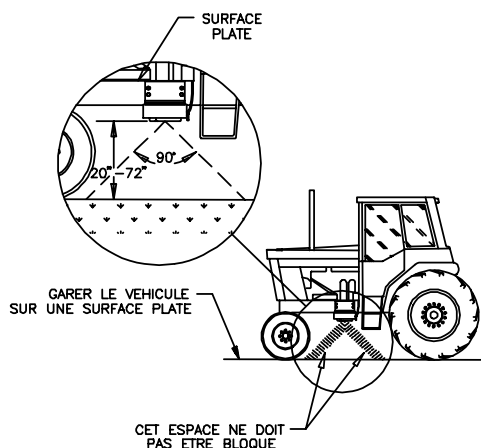

FIGURE 1
- a. Le champ de vision de la lentille ne doit pas être obstrué par des parties du véhicule ou le pneu. Il ne doit pas y avoir moins de 20 pouces entre la lentille et le sol. Voir figure 1 et 2.